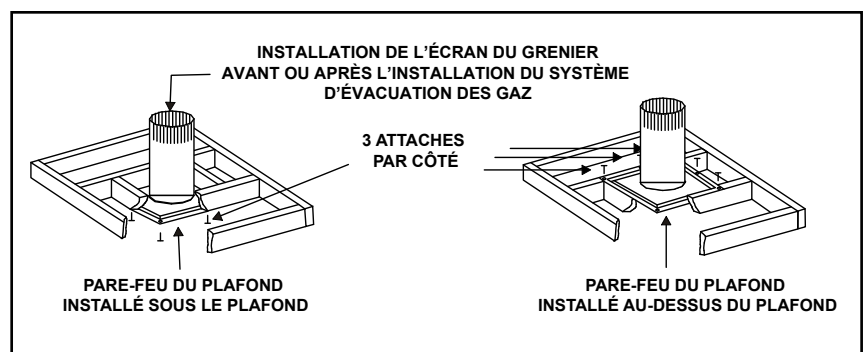

Figure 5.4 Installation de l'écran du grenier
- Le coupe-feu de plafond peut être installé sur ou sous les poutres de soutien du plafond, lorsqu'installé avec un écran d'isolation de grenier. Il doit être sous les poutres de soutien entre les planchers non isolés. Voir la figure 5.4.